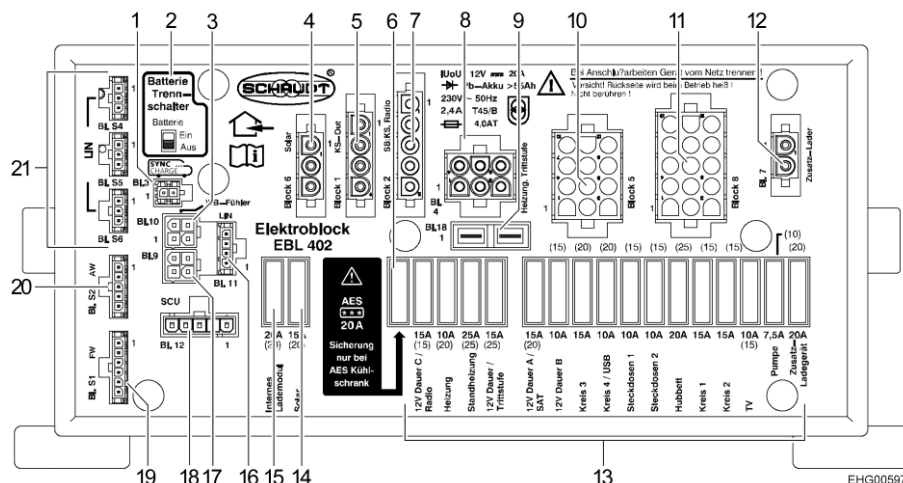

Bild 107 El-block (EBL 402)
- Skjut batteri-brytaren (Bild 107,2) på el-blocket EBL 402 till läget "Aus" (av).
- Skjut batteri-brytaren (Bild 107,2) på el-blocket EBL 402 till läget "Ein" (på).